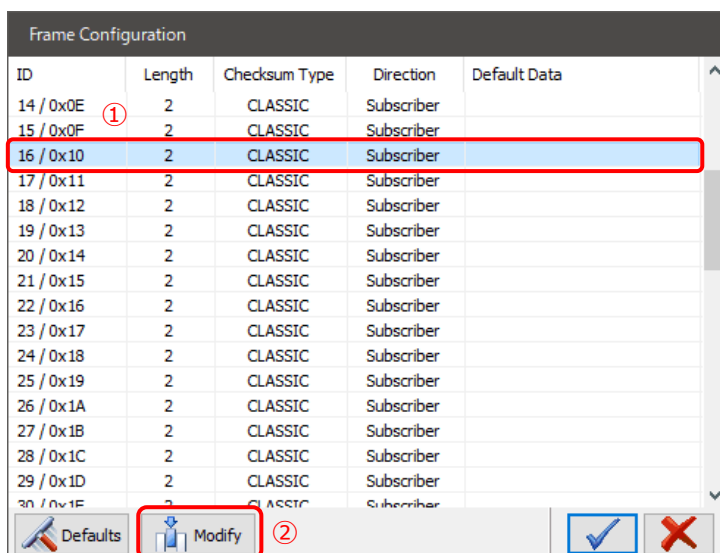

図 4.3-12
「ID 16/0x10」を選択し（図 4.3-12 ① 参照）、**Modify** ボタンをクリックします（図 4.3-12 ② 参照）。
Modify ボタンをクリックします（図 4.3-12 参照）。
同様に、Frame Configuration で、「ID 21/0x15」をクリックし、Modify ボタンを押します（図 4.3-12 参照）。